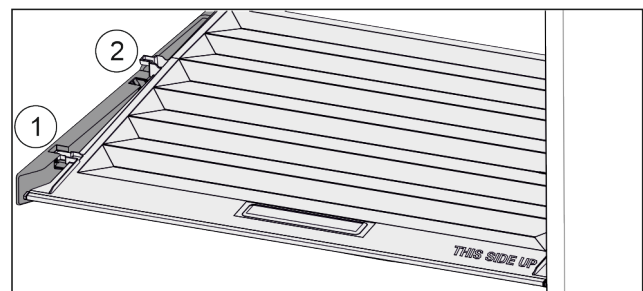

Fig. 85
- ▶ Trekk dekselet til åpningen i holdedelene fremover Fig. 85 (1).
- ▶ Løft ut nede bak og ta opp og ut Fig. 85 (2).